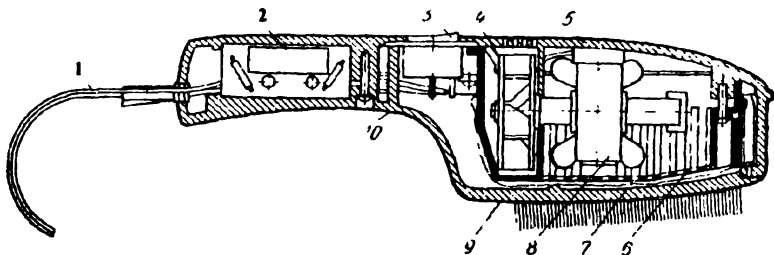

Рис. 58. Электрощетка-пылесос «Ветерок-4»:
*Электрощетка-пылесос «Ветерок-4».* Предназначена для чистки одежды, головных уборов, мебели и т. п. Она представляет собой конструкцию, состоящую из двух полукорпусов (верхнего и нижнего). Полукорпуса выполнены из ударопрочного полистирола различных цветов и соединяются между собой с помощью винтов. Верхний полукорпус (рис. 58) 5 является монтажным, т. е. к нему крепятся все узлы электрощетки. В нижней части пылесоса крепится волосяная щетка 9. В корпусе пылесоса имеются продольные отверстия, через которые происходит всасывание пылевоздушной смеси. На верхнем полукорпусе устанавливается выключатель 3 и закрепляется двумя винтами. Воздуховсасывающий агрегат расположен в верхнем полукорпусе в специальных пазах и прижимается крышкой 10 (нижним полукорпусом). Данная конструкция крепления электродвигателя с крыльчаткой исключает другое крепление, что облегчает разборку и сборку электрощетки. Воздуховсасывающий агрегат состоит из коллекторного электродвигателя 8 марки ЭДМЗ-3 и полиэтиленовой крыльчатки. Схема движения воздуха обеспечивает охлаждение электродвигателя, что улучшает его электрические характеристики и увеличивает продолжительность работы. Внутри корпуса установлено помехоподавляющее устройство 2 из одного конденсатора МБМ